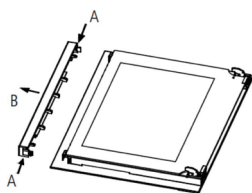

Fig. 3
1. Premere l'elemento (A) sui lati destro e sinistro dello sportello ed estrarre la guida superiore. (Fig. 3)